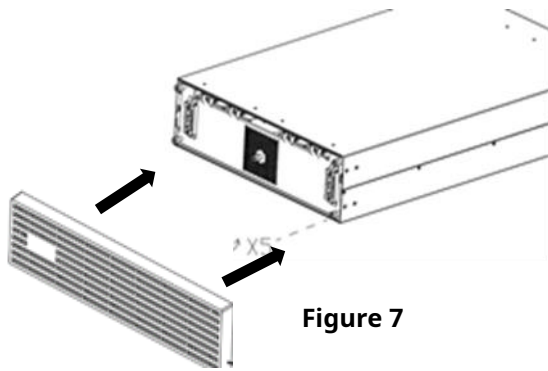

Figure 7
- 8) Remplacez le panneau avant en plastique en l'enfonçant directement dans le boîtier de la batterie jusqu'à ce qu'il s'enclenche. (Figure 7)